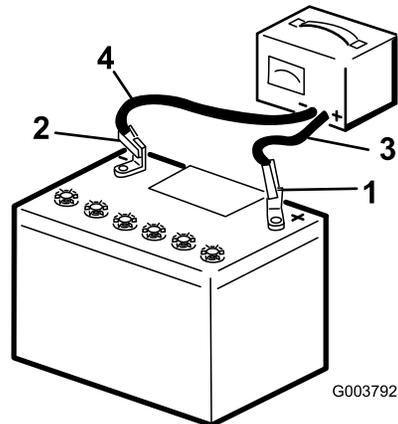

Рисунок 41
- Заряжайте аккумулятор током от 3 до 4 А в течение 4–8 часов (Рисунок 41). Не допускайте избыточного заряда аккумулятора.
- После полной зарядки аккумулятора отсоедините зарядное устройство от электророзетки, а затем отсоедините провода зарядного устройства от штырей аккумулятора (Рисунок 41).
1. Используя ранее снятые крепежные детали, подсоедините положительный (красный) кабель к положительному (+) штырю аккумулятора (Рисунок 41).
3. Используя ранее снятые крепежные детали, подсоедините отрицательный (черный) кабель к отрицательному (-) штырю аккумулятора (Рисунок 41).
4. Прикрепите аккумулятор, используя планку и барашковые гайки (Рисунок 41).